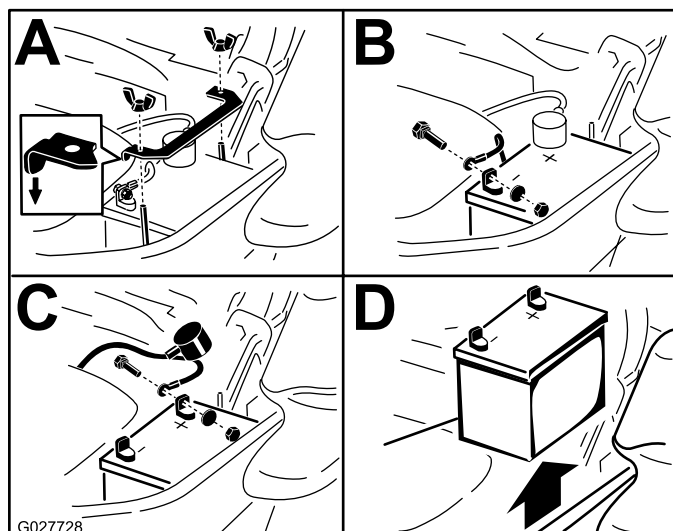

Figure 72
3. Retirez la batterie, comme montré à la Figure 72.
Remarque: Placez la batterie dans son support en tournant les bornes à l'opposé du réservoir hydraulique (Figure 72).